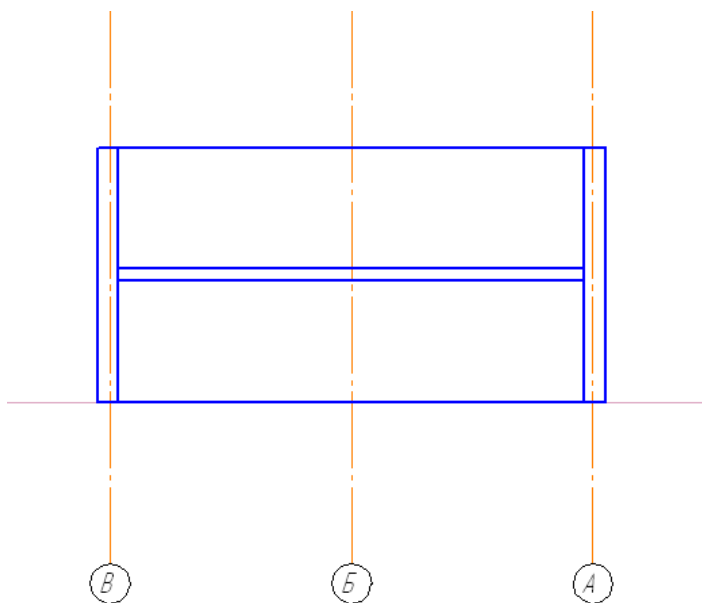

Рис.17
3. На крайних координационных осях выполнить капитальные стены здания, предварительно посмотрев их привязку на плане здания. Высоту стен задать по отметке потолка второго этажа. Стены выстроить через Библиотеку АС/АР – Стена (рис. 17).
4. Отрезками построить нулевую отметку, междуэтажное перекрытие и потолок второго этажа (рис. 17).